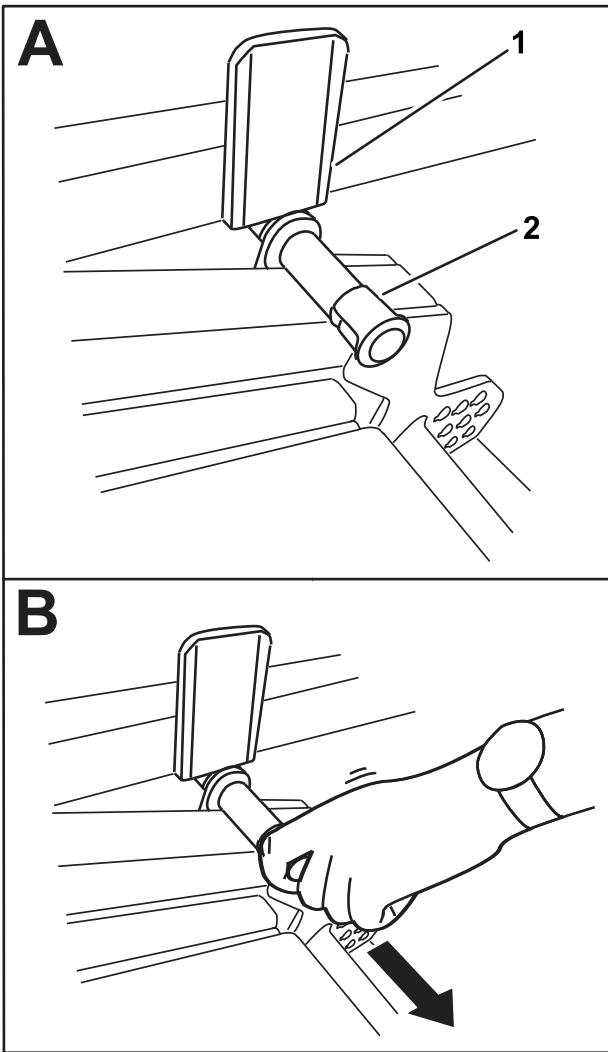

Figura 38
2. Gire la unidad de corte lentamente hacia abajo hasta que el pasador entre en contacto con la placa del brazo de elevación (A en la Figura 38).
- Presione hacia abajo con el pie sobre la unidad de corte, luego tire hacia fuera del pasador (B en la Figura 38) para dejar que la unidad de corte se asiente en la posición de TRANSPORTE.